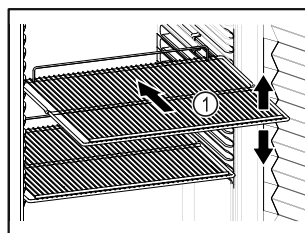

Fig. 39 Simbolična slika
- ☐ Če je odlagalna rešetka Fig. 39 (1) premična, jo prilagodite po višini.